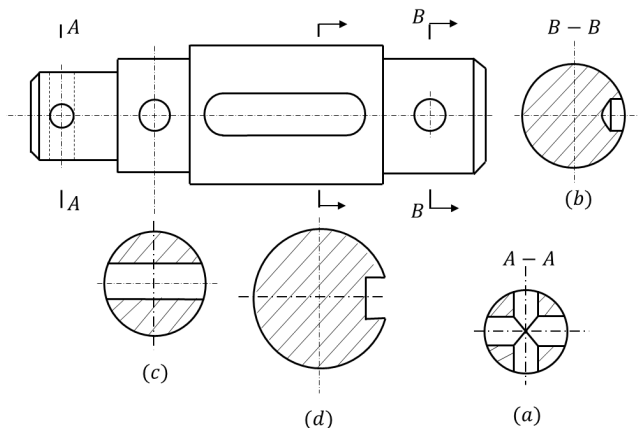

图 4-5 移出断面图
移出断面图：画在视图以外的断面图。如图 4-5 所示。
- 1、当断面分离（如图 4-5（a）和（c））或开有小孔（如图 4-5（b））时，需要画出完整的外圆轮廓；
- 2、当断面图左右不对称时（如图 4-5（b）和（d）），需用箭头指明投射方向；
- 3、当断面图没有配置在剖切线的延长线上（如图 4-5（a）和（b）），需标明视图名称。
解题思路: 这道题的是图 4-5 (b)、(d) 的结合。